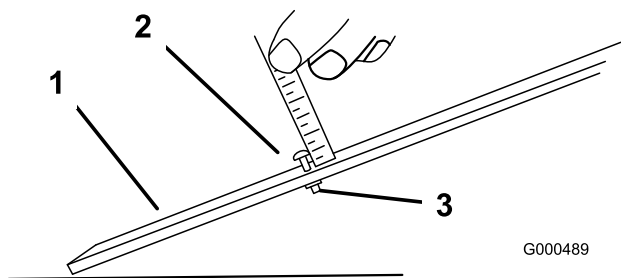

Figure 9
- 2. Desserrez l'écrou du gabarit et tournez le boulon de réglage de manière à obtenir la hauteur de coupe voulue (Figure 9). L'écartement entre la base de la tête du boulon et la face du gabarit correspond à la hauteur de coupe.